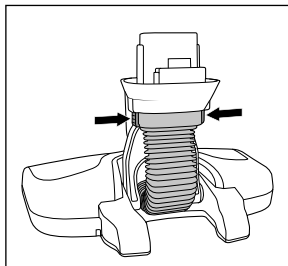

Fig. 17
- ◆ appuyez sur les deux boutons de déverrouillage ⑮ sur la tubulure et retirez la tubulure (voir fig. 17).